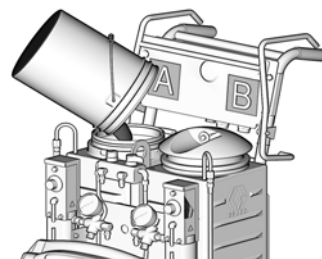

FIG. 7: Llène el tanque A con ISO
3. Retire la tapa del tanque A y vierta el ISO en el tanque A (lado rojo, con el filtro desecante en la tapa). Consulte la FIG. 7.